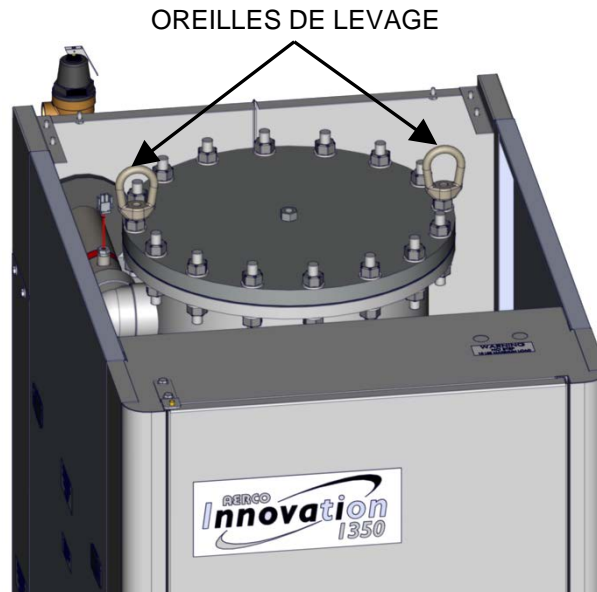

Figure 2-2. Vue partielle du haut montrant les oreilles de levage installées
L'appareil doit être installé sur un socle de béton de maintenance de 4 à 6 pouces d'épaisseur pour assurer un drainage adéquat des condensats. Deux oreilles de levage sont fournies avec l'appareil et sont expédiées attachées par un fil métallique sur l'échangeur thermique. Le couvercle métallique du haut de l'appareil doit tout d'abord être retiré et les oreilles de levage doivent être installées comme l'indique la figure 2-2. UTILISER CES DEUX OREILLES POUR LEVER ET DÉPLACER L'APPAREIL. Retirer le panneau supérieur de l'appareil pour accéder aux oreilles de levage. Retirer les quatre (4) tirefonds sécurisant l'appareil à la palette d'expédition. Lever l'appareil de la palette d'expédition et le placer sur le socle de béton de maintenance de 4 à 6 pouces (requis) à l'endroit désiré.